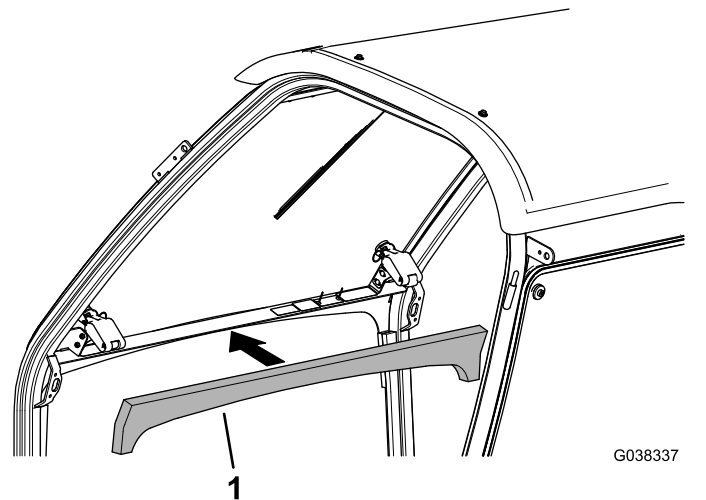

Figura 10
3. Instale la junta de espuma delantera **si no está instalada** (Figura 10).